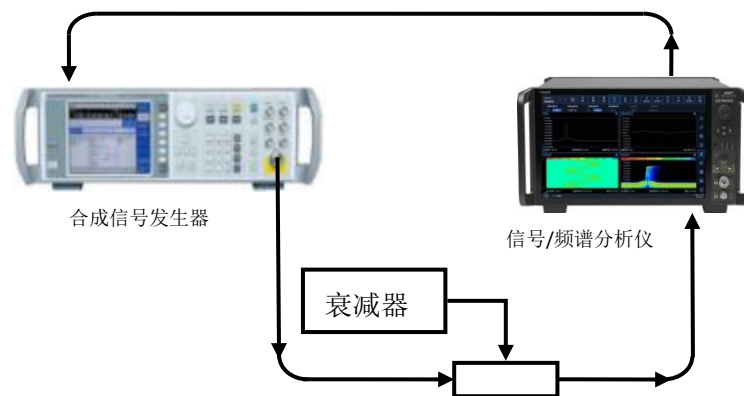

图 7.22 参考电平转换误差测试示意图
- 1) 如图 7.22 连接设备，复位 4082 并设置 4082 为信号发生器提供频率参考。标准衰减器输出连接到 4082 的射频输入 1 端口，设置信号发生器频率为 30.02MHz，输出幅度为-3dBm；
- 1) 如图 7.22 连接设备, 复位 4082 并设置 4082 为信号发生器提供频率参考。标准衰减器输出连接到 4082 的射频输入 2 端口, 设置信号发生器频率为 30.02MHz, 输出幅度为-3dBm;
- 1) 如图 7.22 连接设备，复位 4082 并设置给信号发生器提供频率参考。设置信号发生器频率为 30.02MHz，输出幅度为 0dBm；